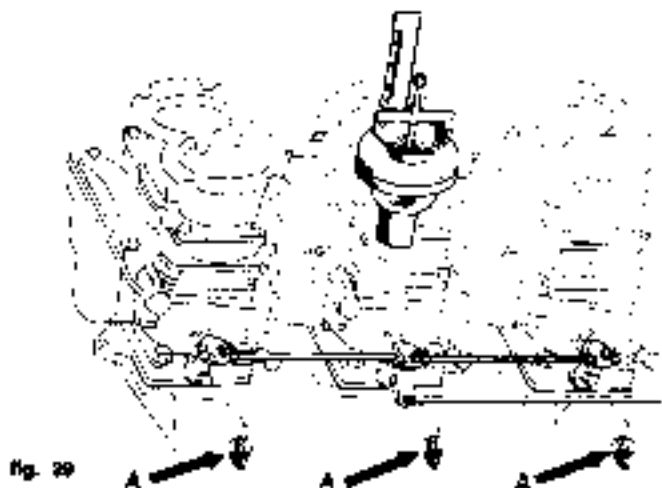

Fig. 29
1 - Sostituire i tappi (N, 4) filetati (A, fig. 29) con i raccordi dei vuotometri col legenda > condotti di destra con la casella posta sul parafango sinistro e vice-versa. In modo tale che i due condotti del primo carburatore siano controllati dai due vuotometri contraddistinti col n. 1 e così via.
1 - Remplacer les bouchons (N, 4) filetés (A, fig. 29) par les raccords des vacuomètres, en raccordant les conduits de droite avec le coffret situé sur le garde-boue gauche et vice-versa, de façon à ce que les conduits du premier carburateur soient contrôlés par les deux vacuomètres marqués n. 1 et ainsi de suite.
1 - Unscrew the (N) threaded caps (A, fig. 29) and insert the vacuum-gauges pipes connecting the right ducts with the set placed on the left mudguard and vice versa, in order that the two ducts of the first carburetor are controlled by the two vacuum-gauges marked nr. 1 and so on.